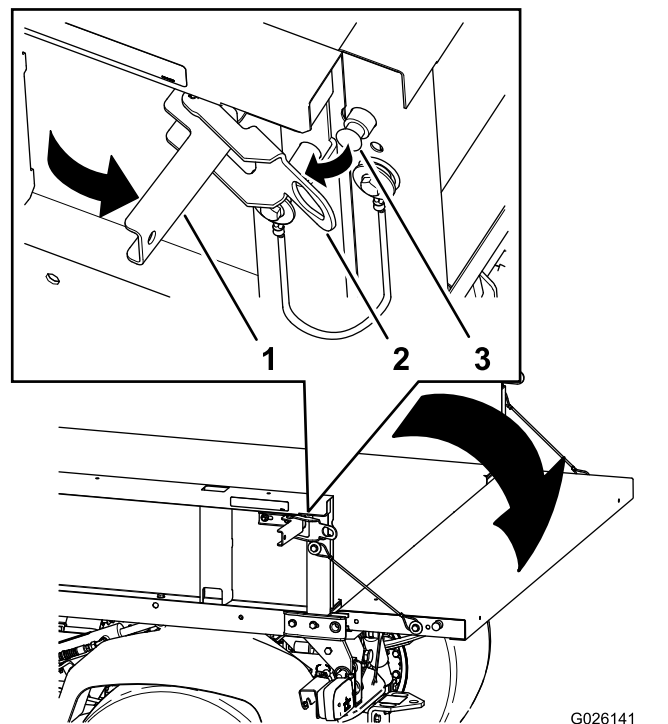

Figura 16
2. Deschideți zăvorul din partea stângă și dreaptă a platformei de încărcare și coborâți oblonul spate (Figura 16).